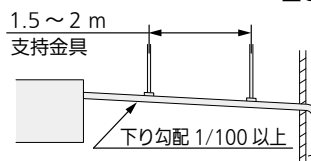

図 10
- 下り勾配は (排水側を下に) 1/100 以上とってください。(図 10)